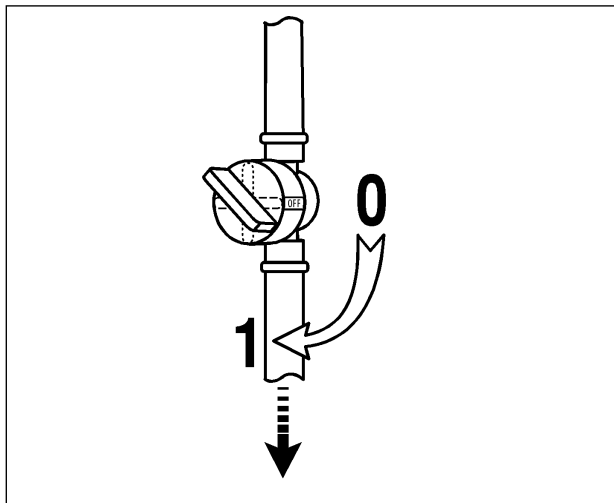

Fig. 13
1. Ouvrir le robinet de carburant. Tourner la poignée vers le bas comme le montre la figure 13.